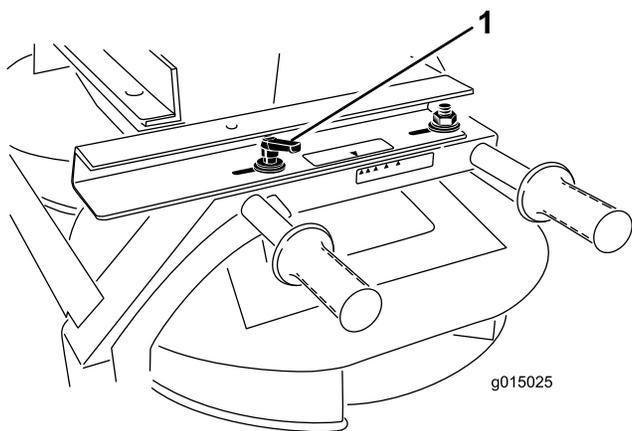

Рисунок 32
1. Ослабьте рукоятку с каждой стороны двухдискового центробежного разбрасывателя (Рисунок 32).